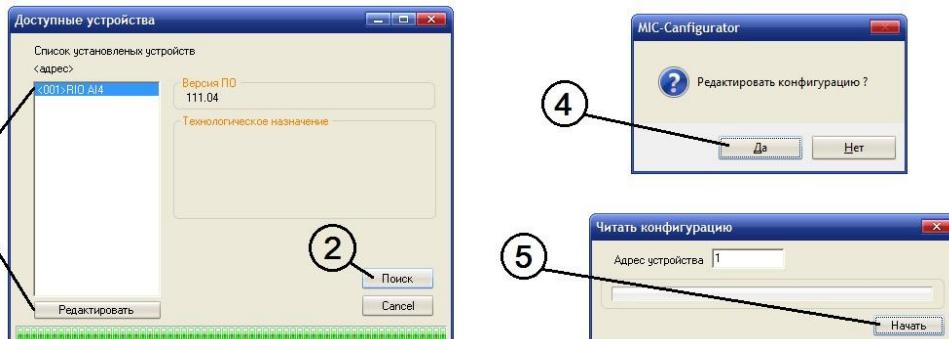

Рисунок 4.3 - Пошук доступних пристрій і зчитування параметрів модуля
Для пошуку перетворювача необхідно натиснути кнопку «Пошук» (1), після чого на екрані з'явиться діалогове вікно «Доступні пристрой». В даному меню здійснюється пошук пристроя, підключених до вибраного СОМ порту і працюють на зазначеній швидкості обміну. Для пошуку необхідно натиснути кнопку «Пошук» (2), після чого в інформаційному вікні будуть виведені доступні пристрої (див. рис. 4.3). Далі необхідно або подвійним натисканням миші по знайденому пристрою, або натиснувши клавішу "Редагувати" (3), підтвердити (4) і зчитати параметри модуля (5).